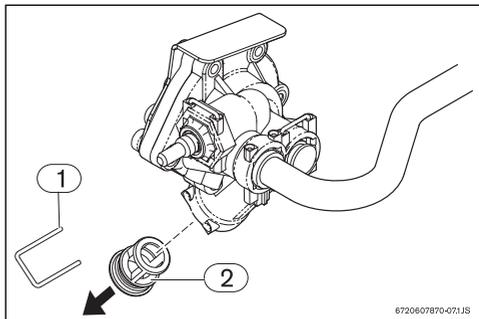

Fig. 10 Purger
- ▶ Retirer le verrou de fixation du capuchon filtre (Fig. 10, [no. 1]) se trouvant dans la valve eau.
- ▶ Retirer le capuchon filtre (Fig. 10, [no. 2]) de la valve eau.